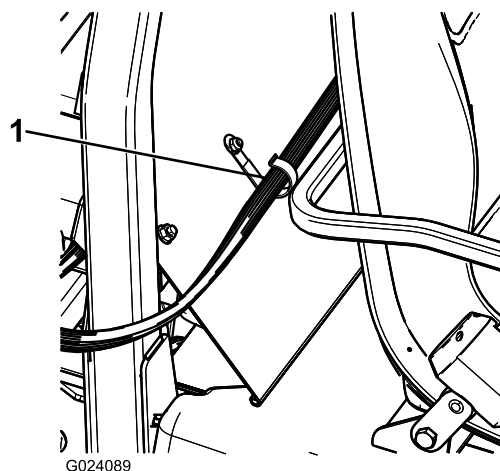

図 21
2. Jクリップ 2個を運転席後ろに取り付ける ボルト $\frac{1}{4}$ x $\frac{1}{2}$ " 1本とフランジナット $\frac{1}{4}$ " 1個を使用する 図 21。
3. Jクリップを使って、コントロールコンソールのハーネスを、コンソールとROPSカバーに固定する (図 21)。